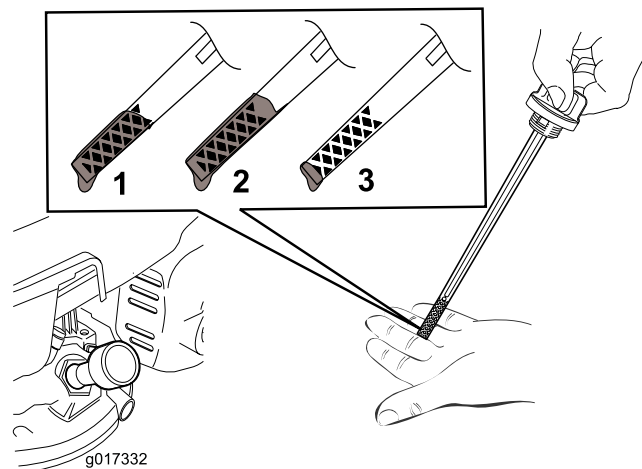

図 7
2. ディップスティックを外す 図 7。
注 ディップスティックで量を確認しながら 図 7 に示される適正量までオイルを入れる。オイルを入れすぎてしまった場合には、**エンジンオイルの交換 (ページ 15)**の項に従って余分なオイルを抜き取ってください。